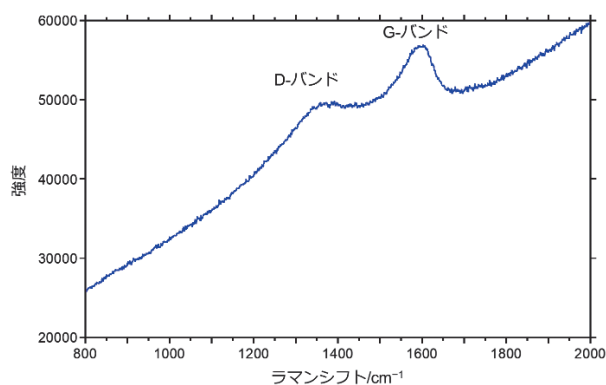

図3 Murchison 隕石 IOM のラマンスペクトル
隕石IOMのラマンスペクトルは、 $1350\text{ cm}^{-1}$ 付近と $1580\text{ cm}^{-1}$ 付近に特徴的なピークを持つ（図3）。後者はGraphite (G) バンドと呼ばれ、グラファイト的な構造に由来する。前者は、Disorder (D) バンドと呼ばれ、グラファイト的な構造の無秩序性や欠陥によって生じる。これらのピークに対してスペクトルのフィッティン